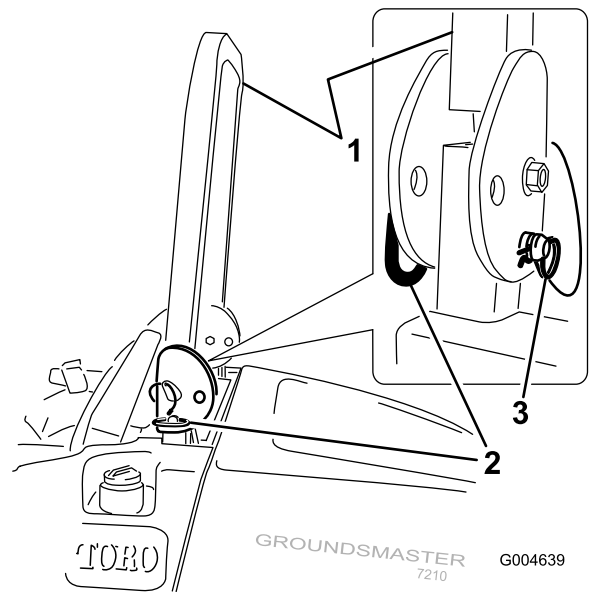

Figure 13
1. Pour abaisser l'arceau de sécurité, retirez les goupilles fendues, poussez l'arceau de sécurité contre les ressorts et retirez les deux goupilles (Figure 13).
3. Placez les deux axes et fixez-les avec les goupilles fendues (Figure 13).
4. Pour relever l'arceau de sécurité, retirez les goupilles fendues puis les deux axes (Figure 13).
5. Relevez complètement l'arceau de sécurité puis insérez les deux axes et fixez ces derniers avec les goupilles fendues (Figure 13).